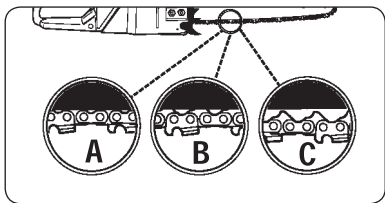

Рис. 6
**ВНИМАНИЕ:** В случае, если цепь чрезмерно провисла или слишком сильно натянута, зубчатое колесо, шина, цепь и коленчатый вал изнашиваются намного быстрее. Рассмотрите Рис. 6, на котором проиллюстрировано правильное натяжение при холодной цепи (А), горячей цепи (В), а также цепи, натяжение которой необходимо отрегулировать (С).